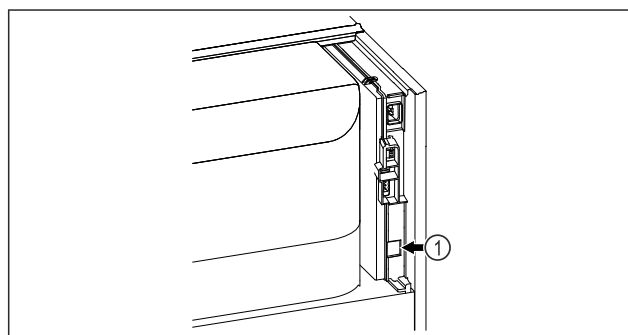

Fig. 90
- SmartModule Fig. 90 (1) är insatt.